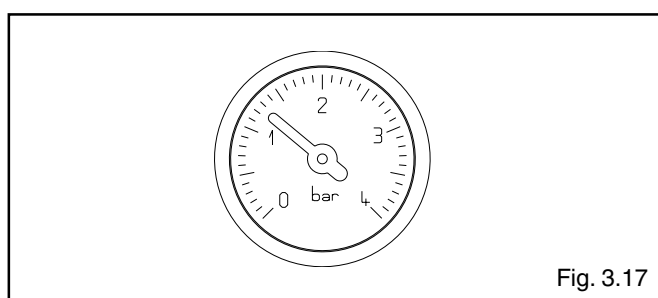

Fig. 3.17
- aprire di due o tre giri il tappo della valvola inferiore di sfogo aria automatica (A)
- aprire il rubinetto di carico esterno alla caldaia fino a che la pressione indicata sull'idrometro sia compresa tra **1 bar e 1,5 bar** (fig. 3.17)